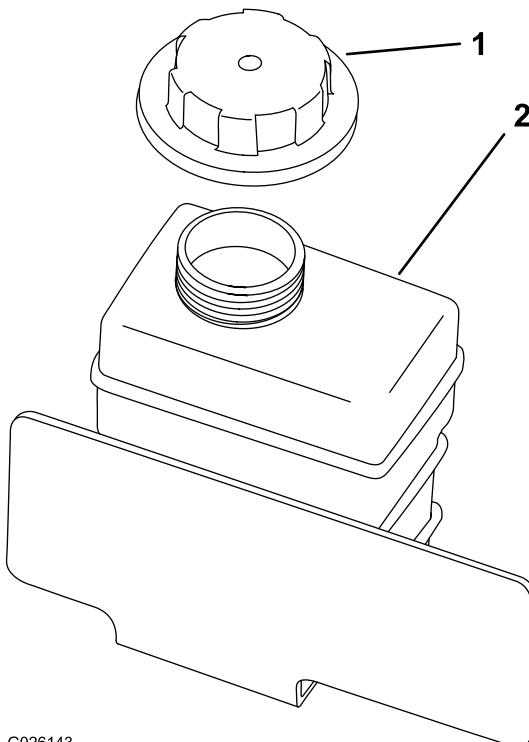

Рисунок 17
- Проверьте уровень охлаждающей жидкости в расширительном бачке (Рисунок 17).